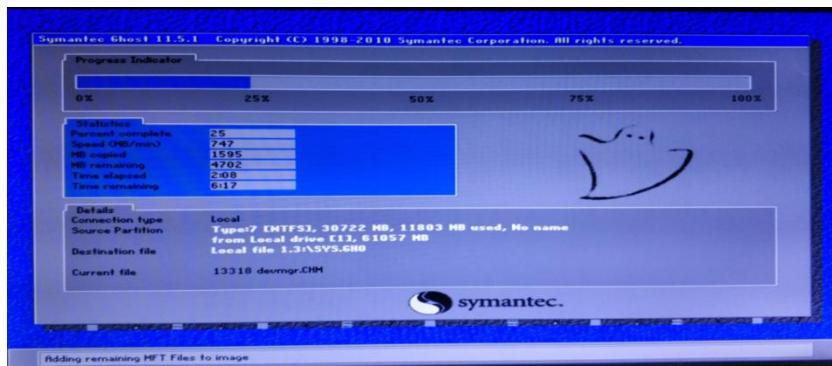

图 7 Recovery 按键还原进行界面
- (3) 之后就会直接进入到还原系统界面开始还原系统(如图 7 所示)，还原完成后会自动启重系统。